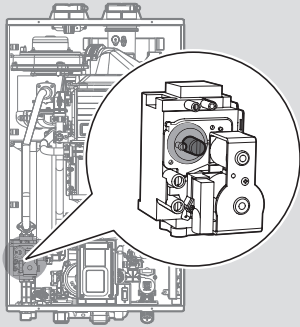

Figura 8. Ubicación del Tornillo de Fijación
- Abra completamente varios artefactos de agua caliente y ajuste el calentador de agua para operar en modo 1 etapa MÍN. (consulte la página 8). Mida el valor de CO₂ a fuego bajo. Si el valor de CO₂ no está dentro de 0.5% respecto al valor indicado en la Tabla 2, será necesario ajustar el tornillo de fijación de la válvula de gas. Si se requiere ajuste, ubique el tornillo de fijación como se muestra en la Figura 8. Con una llave Allen de $\frac{5}{32}$ pulg. o 4 mm, gire el tornillo de fijación no más de $\frac{1}{4}$ de vuelta a la derecha para aumentar o a la izquierda para bajar el valor de CO₂.